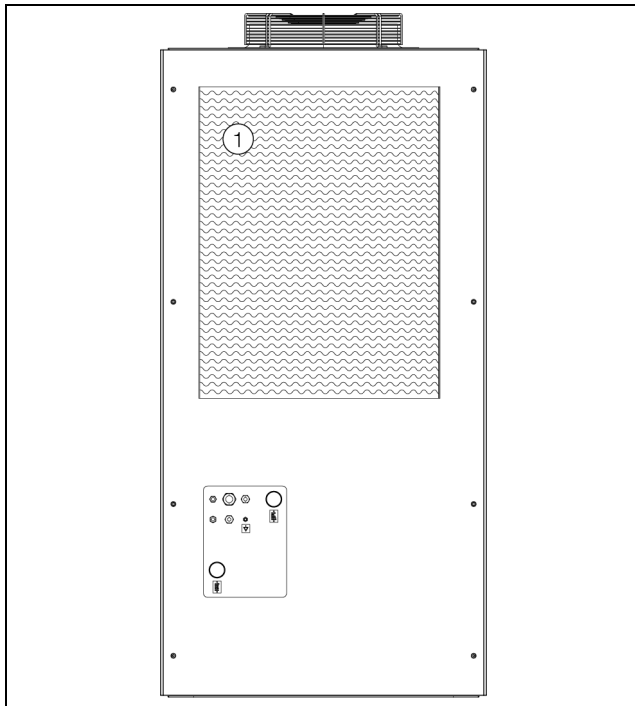

Fig. 46 : Lamelles du condenseur
- Les lamelles du condenseur se trouvent sur la partie arrière du refroidisseur d'eau (fig. 46, pos. 1). Pour les nettoyer, ôter d'abord la grille de protection puis éventuellement la cartouche filtrante installée (accessoires) comme indiqué au paragraphe 5.8 « Installation de la cartouche filtrante (accessoires) ».